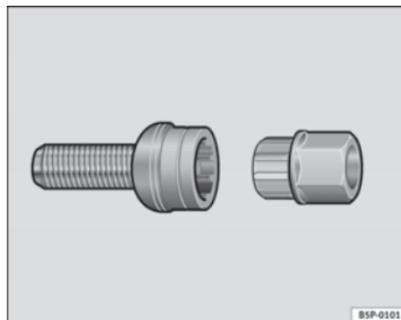

Fig. 182 Parafuso anti-roubo da roda
- Colocar totalmente o adaptador no parafuso anti-roubo da roda ⇒ Fig. 182.